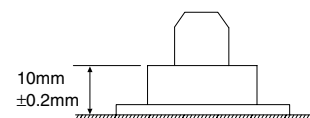

Fig. 21
- Die Wickeltellerhöhe ist mit Unterlegscheiben auf $10\text{mm} \pm 0,2\text{mm}$ einzustellen (Fig. 21). Nicht an den Vertiefungen des Laufwerkträgers messen.